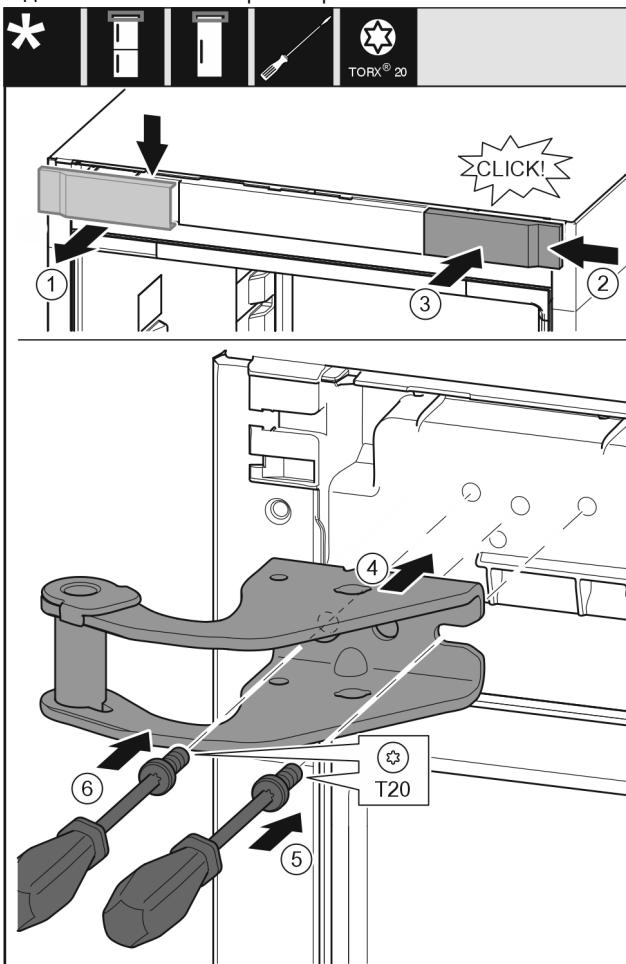

Fig. 9
- Зніміть кришку вгорі вперед. Fig. 9 (1)
- Почепіть кришку, що повернута на 180°, з іншого боку праворуч. Fig. 9 (2)
- Зафіксуйте кришку. Fig. 9 (3)
- Встановіть верхній опорний кронштейн. Fig. 9 (4)
- Встановіть та закрутіть гвинт за допомогою викрутки T20. Fig. 9 (5)
- ▶ Встановіть та закрутіть гвинт за допомогою викрутки T20. Fig. 9 (6)